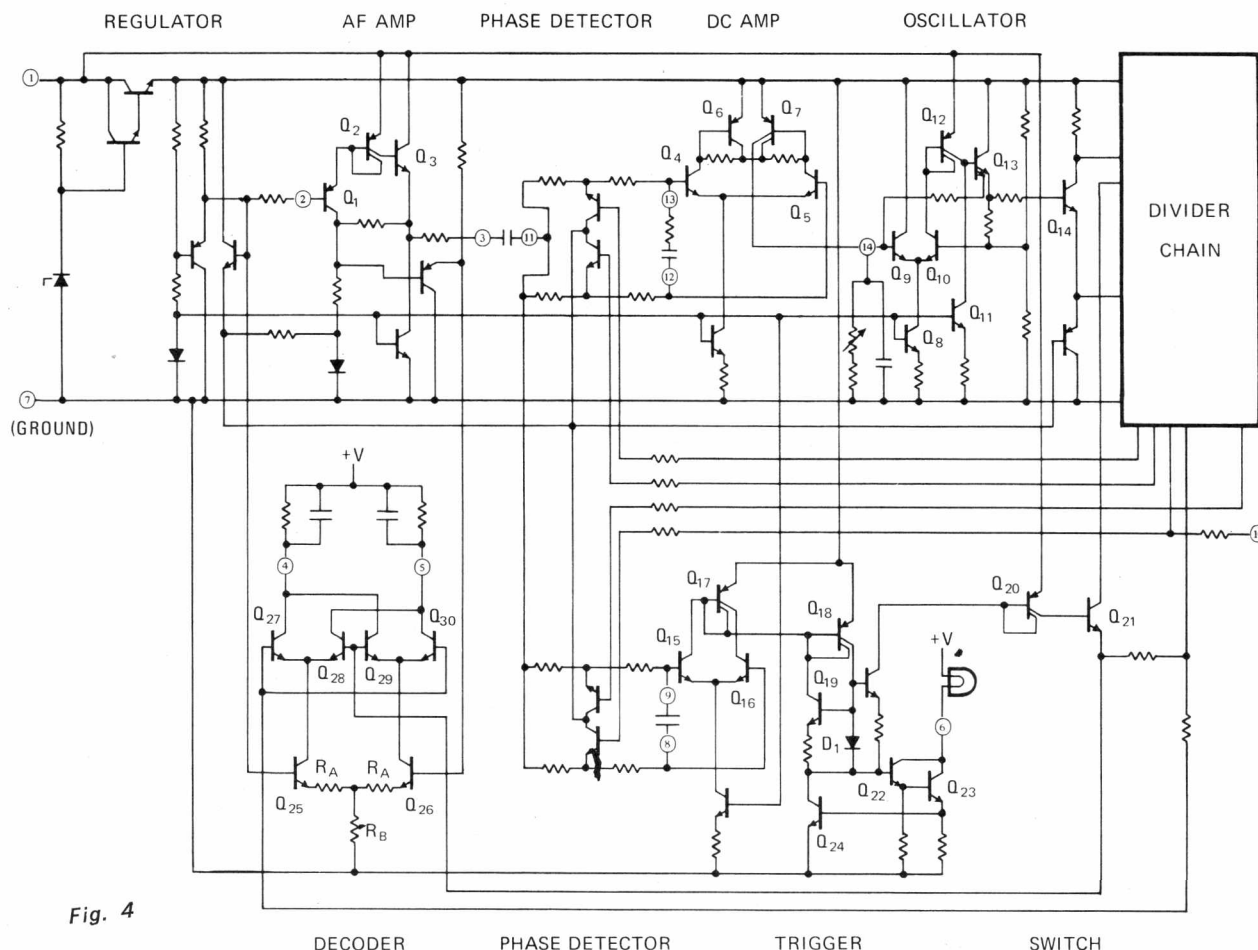

Fig. 4
Le schéma de la figure 4 donne le détail du montage intérieur du CI type XC1310. Une fois de plus, il convient
Sur le schéma de la figure 4, on a représenté également les composants extérieurs. Ceux-ci se reconnaissent facilement car ils sont connectés « après » les points de branchement représentés par des numéros 1 à 14 entourés de cercles.
La sortie du détecteur de phase (1) de l'ensemble PLL (en haut de la figure 4) est aux points 12 et 13. De cette sorte le signal obtenu est amplifié et transformé en un courant de commande grâce à un amplificateur différentiel à deux étages à transistors Q_4 à Q_7 .